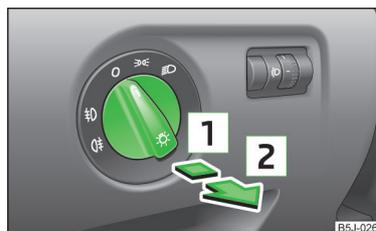

Abb. 43
- Zunächst den Lichtschalter » Abb. 43 in Stellung ⇨ oder ⇩ drehen.
- › Zunächst den Lichtschalter » Abb. 43 auf Seite 59 in Stellung  oder  drehen.